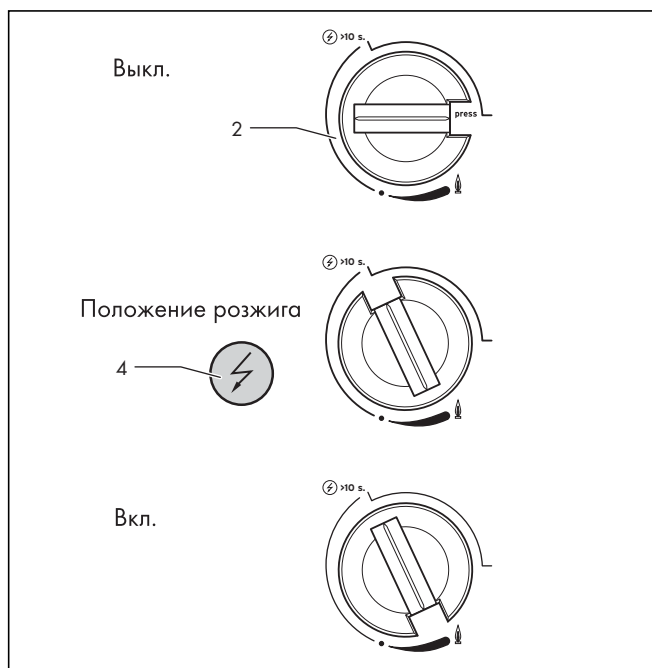

Рис. 4.4 Регулятор мощности
- Поверните регулятор мощности (2, см. рис. 4.4) из положения «Включено» вправо в положение розжига ⚡, затем прижмите его и поверните в положение «Выключено».